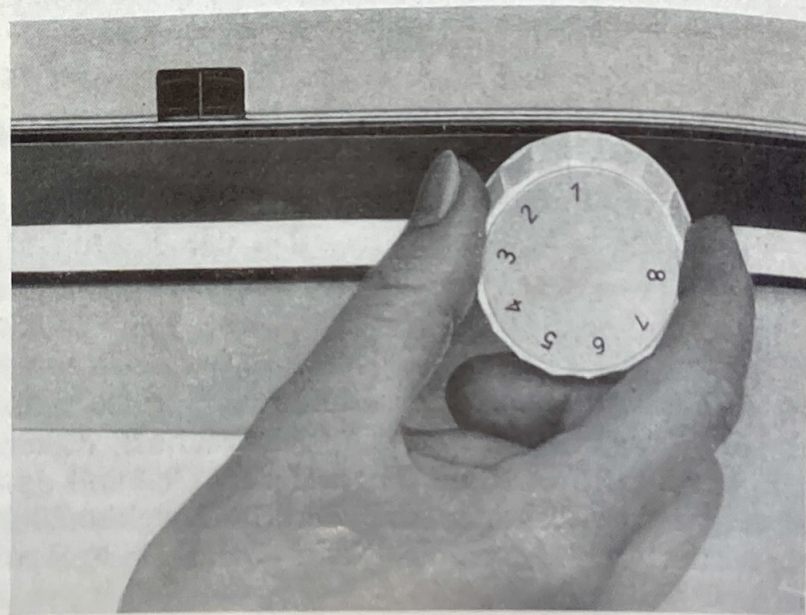

Abb. 18
18. Einknopfautomatik (Abb. 18)